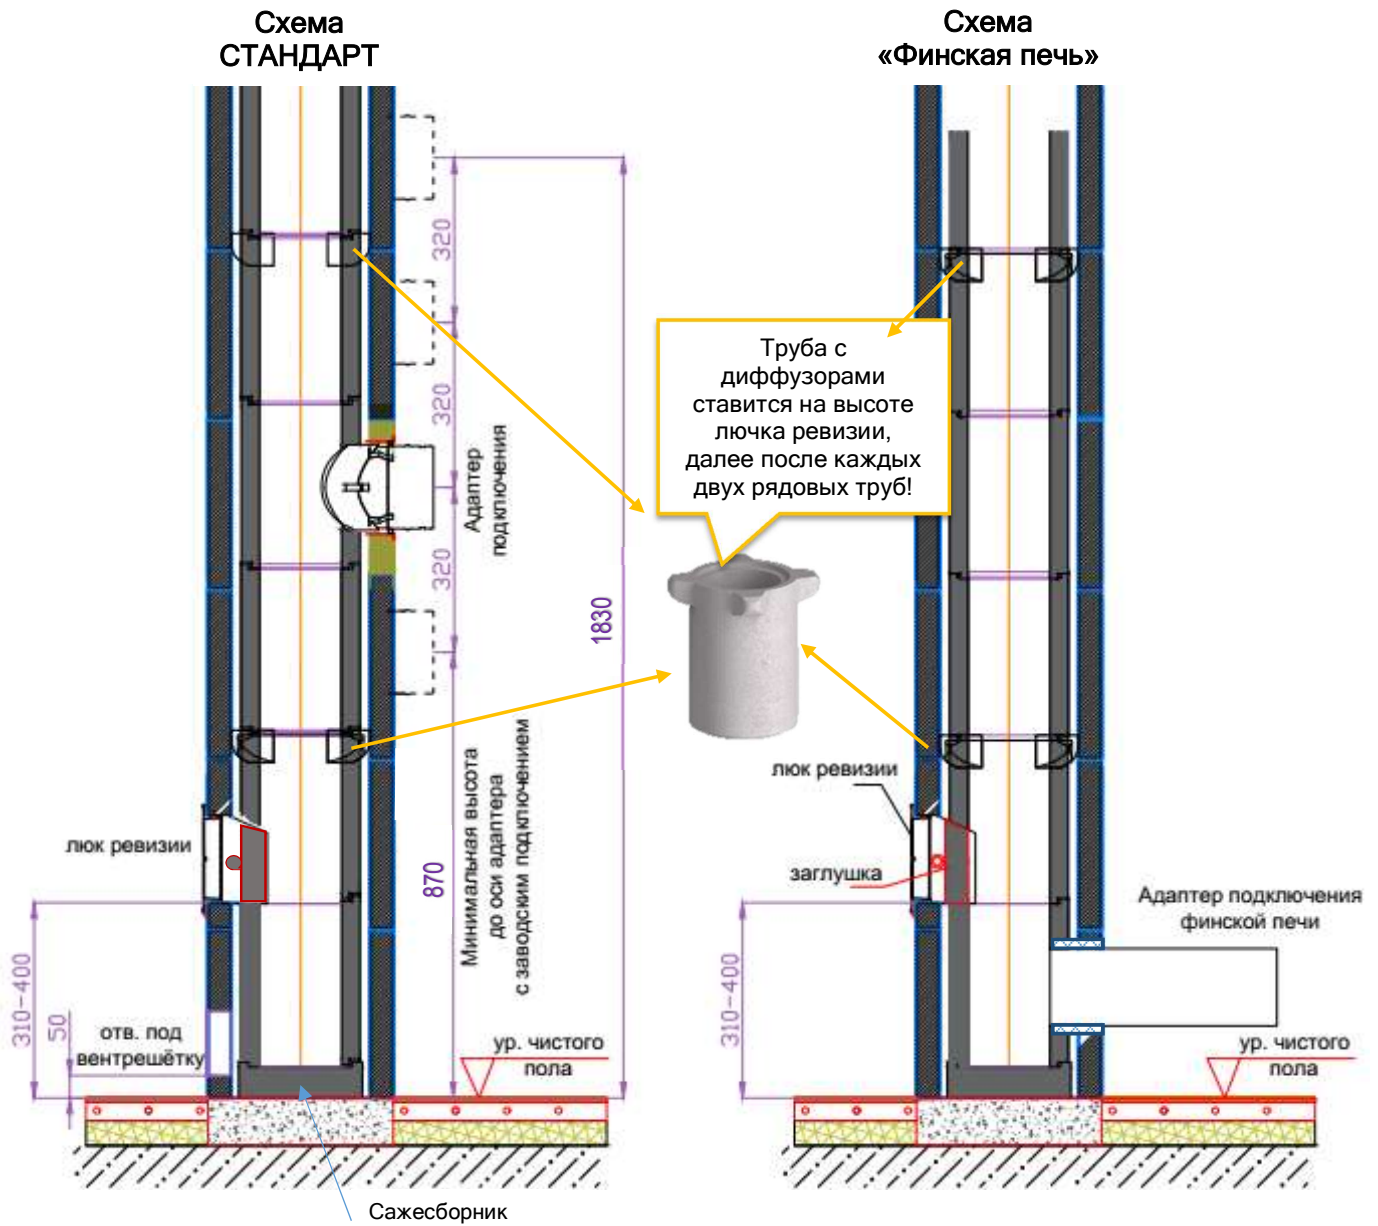

Рис.7
7. Существует два различных решения для врезки люка ревизии рис.7: